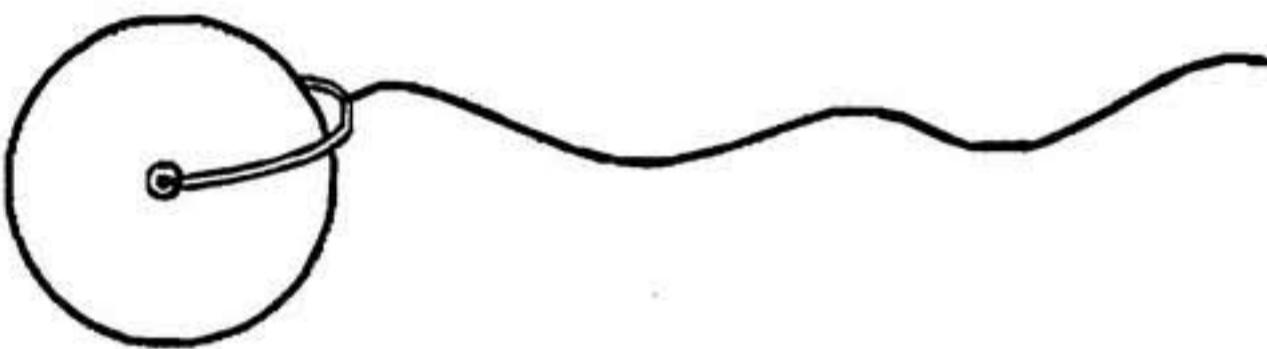

Рис. 239
7. Выточите шарик Ø18 мм, просверлите по центру сквозное отверстие для лески Ø1,5–2 мм, привяжите леску к шарику (рис. 239). Длина лески 160–180 мм.